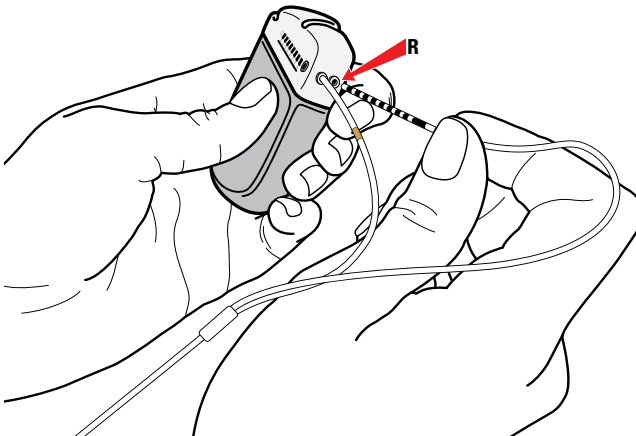

Figure 38. Connexion au port R du GII
2. Connecter l'extrémité de la sonde-extension sans bande de marquage au port R (ou D) (Figure 38).